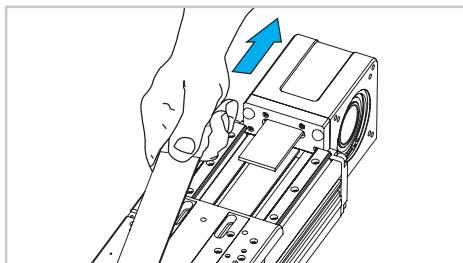

Abb. 6
- 3) Entfernen Sie den Riemens auf beiden Seiten des Laufwagens und ziehen sie diesen heraus. Zur Montage des neuen Zahnriemens führen sie die vorangegangenen Schritte in umgekehrter Reihenfolge aus (Abb. 6).